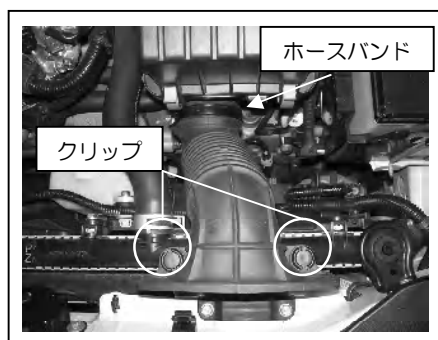
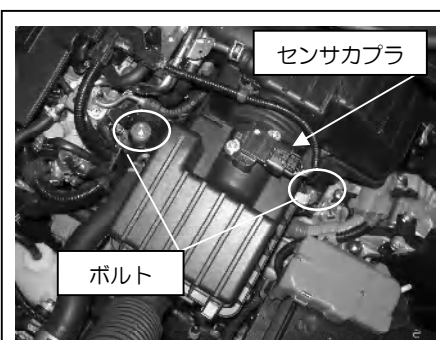

図1
図2
- ①バッテリーを取り外します。②クリップ2ヶ所を外します（図1参照）、③エアフロセンサカプラ、ボルト2ヶ所を取り外します。（図2参照）
- ④スロットル部のホースバンドを緩め、ブローバイパイプを抜き、クリーナーBOXを取り外します。⑤クリーナーBOX下にある、ウォーターラインを固定しているクリップ及びステーを取り外します。